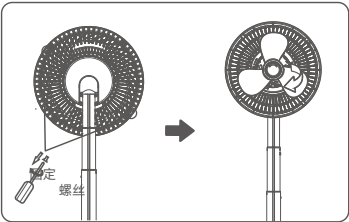

图1
- 2. 请顺时针方向拧开固定帽或逆时针旋转扇叶,即可将固定帽取下,沿轴向用手轻轻把扇叶取出。(图1)